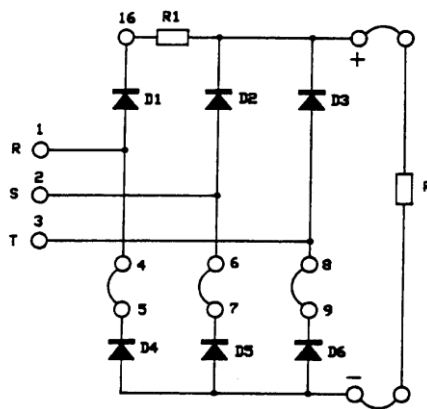

Figura 5: Conexión del rectificador trifásico de onda completa con carga resistiva.
- Conecte los puntos **(4)-(5)**, **(6)-(7)** y **(8)-(9)** como en la Figura 5.
- Conecte la carga **R** como en la Figura 5.